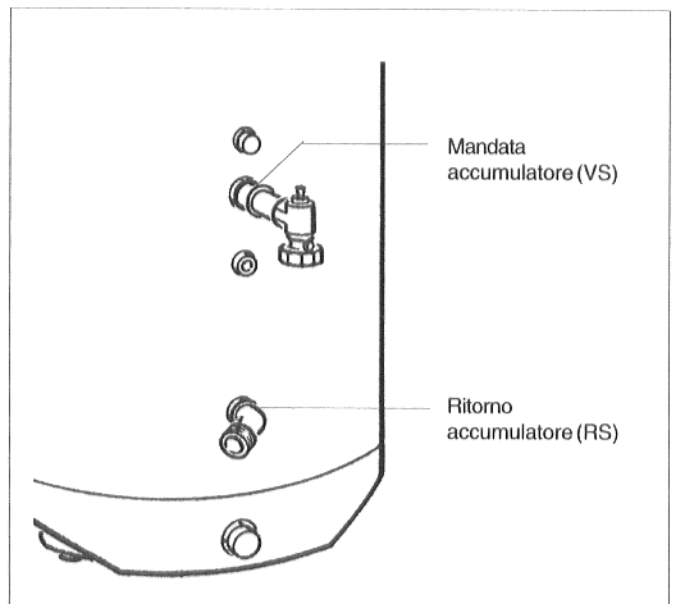

Fig. 4: parte posteriore della caldaia
- Ermeticizzare il raccordo ad angolo con l'avvitamento nel ritorno della caldaia (RS) (Fig. 4).
- Ermeticizzare la valvola di non ritorno con la valvola manuale di sfogo dell'aria, il nipplo di raccordo doppio, il manicotto ed il dado a risvolto nella mandata accumulatore (VS) (Fig. 4).